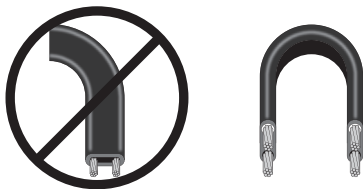

Рис. 3
4.3. Кабель нагревательный должен изгибаться исключительно перпендикулярно плоскости его жил (см. рис. 3).